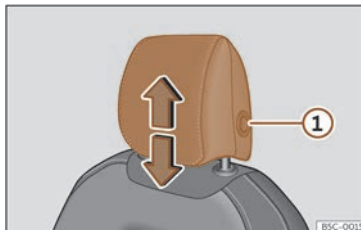
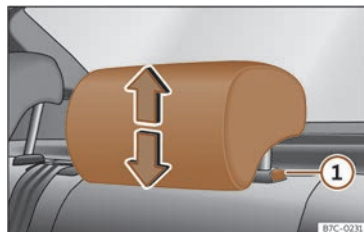

Fig. 108 Siège avant : réglage de l'appuie-tête.
Fig. 109 Appuie-tête arrière : réglage de l'appuie-tête.
- Saisissez l'appuie-tête des deux côtés avec les mains puis poussez-le vers le haut jusqu'à ce qu'il s'enclenche dans la position désirée. Pour le rabaisser, faites de même en appuyant sur le bouton latéral (1) >>> fig. 108 >>> fig. 109.